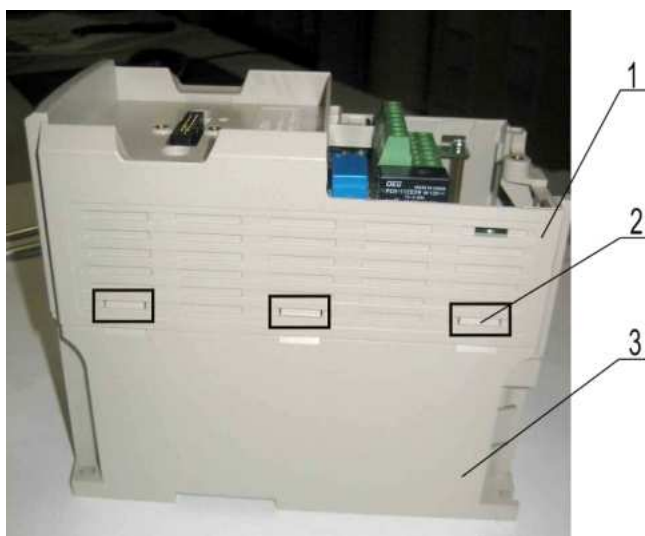

Рис. 7.22
7.8.1. Установить верхнюю часть корпуса, приложив рукой вертикальное усилие вниз до щелчка, при этом шесть фиксаторов 2 с двух сторон основания корпуса 3 должны войти в отверстия верхней части корпуса 1 (рис. 7.22).